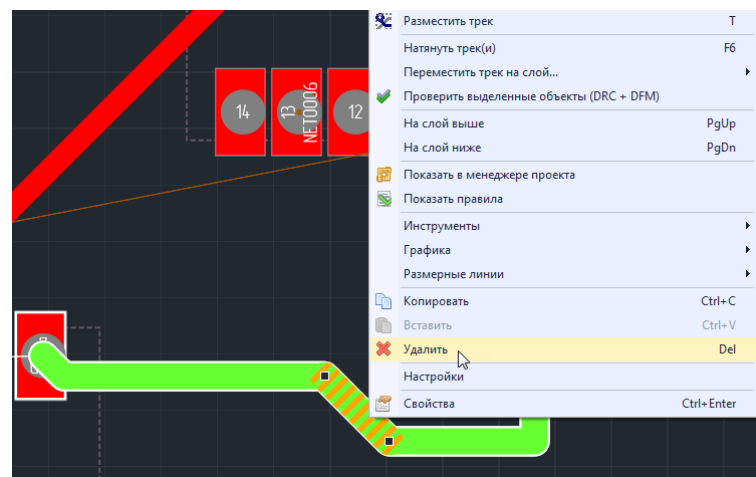

Рис. 219 Удаление сегмента трека
2. Вызвать контекстное меню и выбрать пункт «Удалить», см. Рис. 219. Кроме того, можно воспользоваться клавишей, которая назначена для этого действия. Для этого действия по умолчанию назначена клавиша Delete.